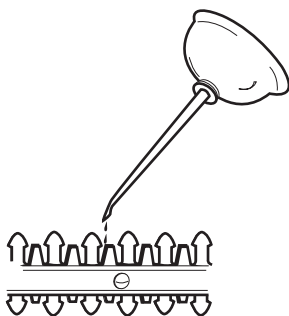

Fig. 10
2. Aplique aceite de máquina ligero a lo largo del borde de la cuchilla superior (Fig. 10). Aplique aceite en toda la longitud de la cuchilla.